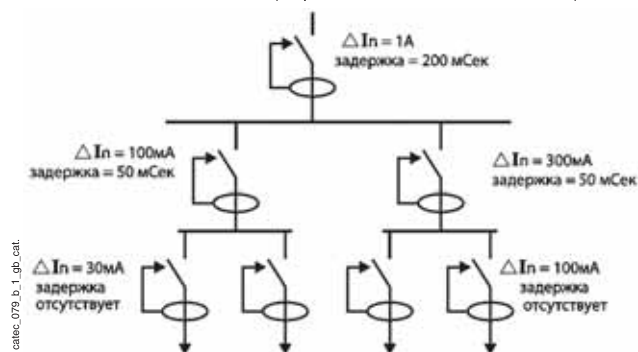

Рис. 1.
1. Рабочее время RCD, установленного ниже по цепи (t_{fb} рис. 2), должно быть меньше нерабочего времени устройства, установленного выше (t_{nfA}). Простое решение для удовлетворения данному условию заключается в использовании RCD-устройств класса S (с регулируемой задержкой). Задержка RCD, установленного выше по цепи, должна превышать задержку RCD, установленного ниже (рис. 1).
2. Чувствительность RCD, установленного ниже по цепи ($I \Delta n$), должна быть меньше половины $I \Delta n$ чувствительности RCD, установленного выше (см. рис. 1 и 2).